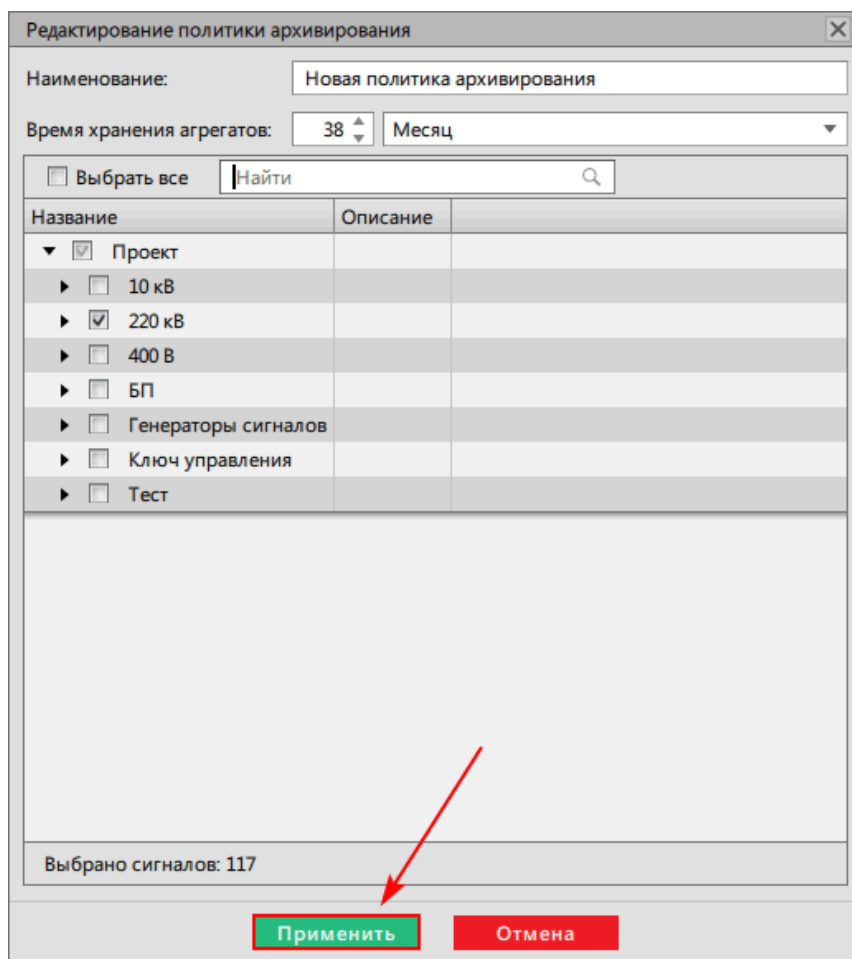

Рисунок 282 - Редактирование политики
4. После внесения изменений нажмите **Применить** (Рисунок 282).